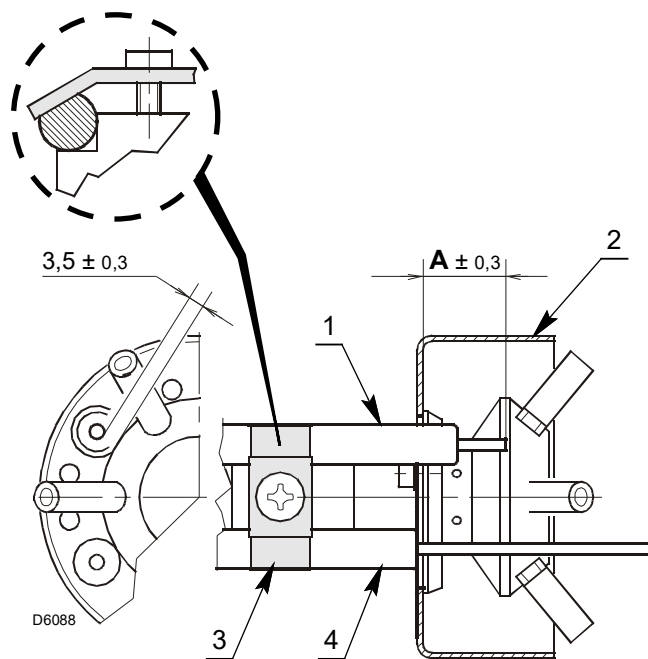

Fig. 15
- Forsikre deg om at platen 3)(Fig. 15) alltid er innført på elektrodens flate 1).